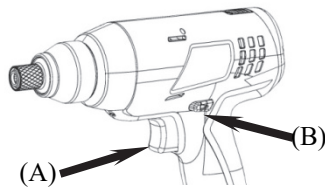

Figura 3
Para seleccionar la rotación hacia adelante, SUELTE EL INTERRUPTOR (A) (ver la Figura 3) y presione la palanca de avance/retroceso (B) (ver la Figura 3) hacia el lado izquierdo de la herramienta. ◀
Para seleccionar la rotación inversa, SUELTE EL INTERRUPTOR (A) (ver la Figura 3) y presione la palanca de avance/retroceso (B) (ver la Figura 3) hacia el lado derecho de la herramienta. ▶